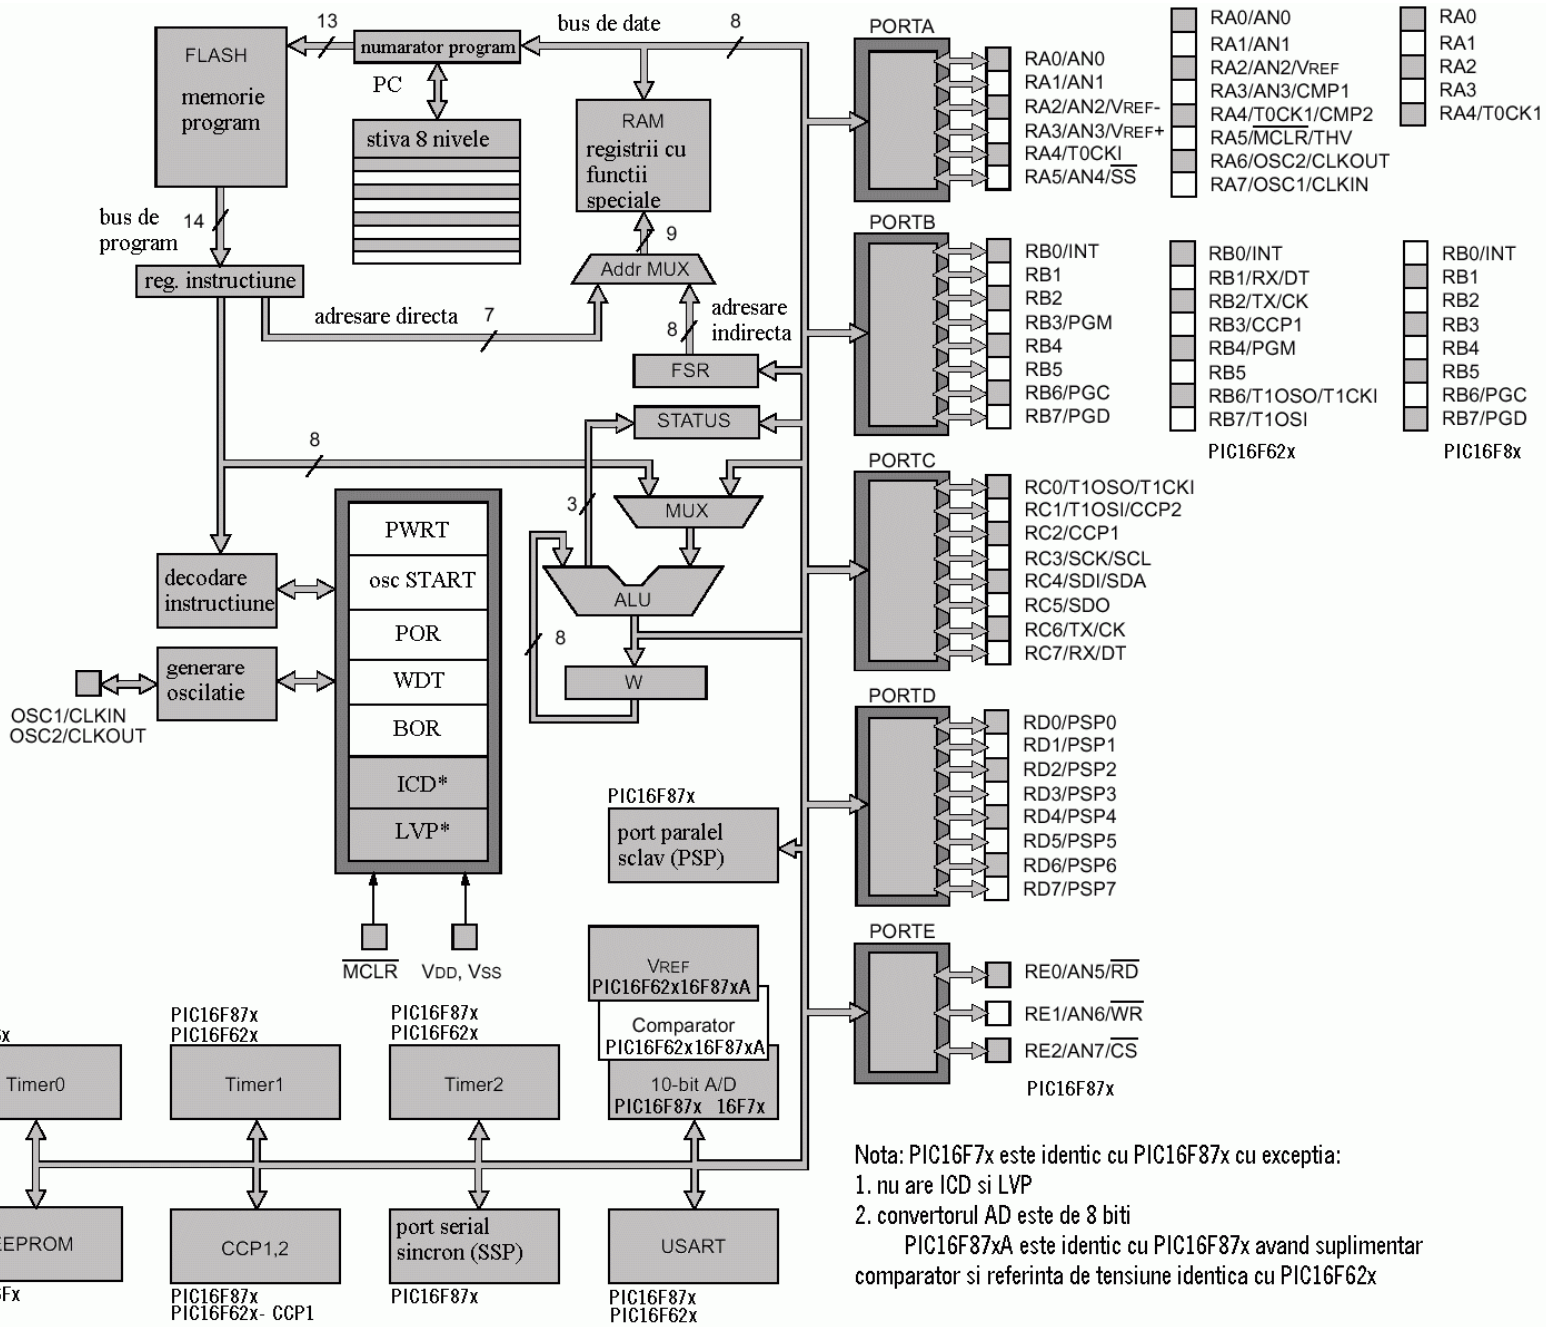

Fig.1-13 Portretul robot al microcontrolerului midrange-Microchip
Portretul robot fiind terminat putem să-l sintetizăm în [fig.1-13]. Structura internă conține:
- ❑ FSR, un registru de adresare indirectă a memoriei. Adresarea indirectă este modalitatea cea mai rapidă de accesare a memoriei comparativ cu adresarea directă [fig.1-13].